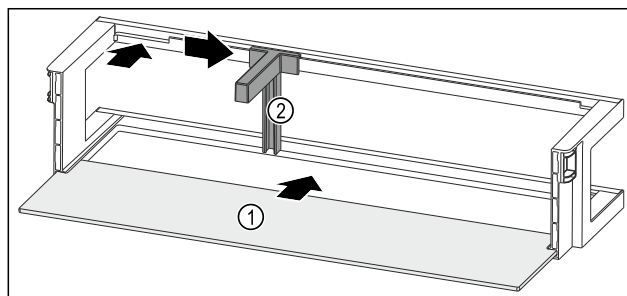

Fig. 67 Dveřní přihrádka s odkládací plochou
- Odkládací plochu Fig. 67 (1) zasuňte do bočních vybrání.
- Držák lahví Fig. 67 (2) vložte do vybrání.
- Držák lahví Fig. 67 (2) posuňte na stranu do požadované polohy.